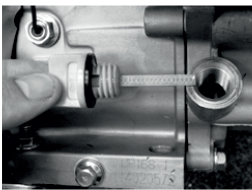

Рис. 19
2. Выкрутите пробку маслозаливной горловины (Рис. 19)